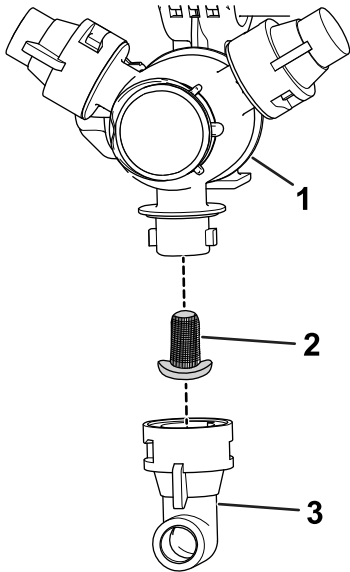

Figure 61
2. Déposez la buse de la tourelle de pulvérisation (Figure 61).
3. Retirez le filtre de buse usagé (Figure 61).
4. Montez le filtre de buse neuf (Figure 61).
5. Montez la buse sur la tourelle de pulvérisation (Figure 61).